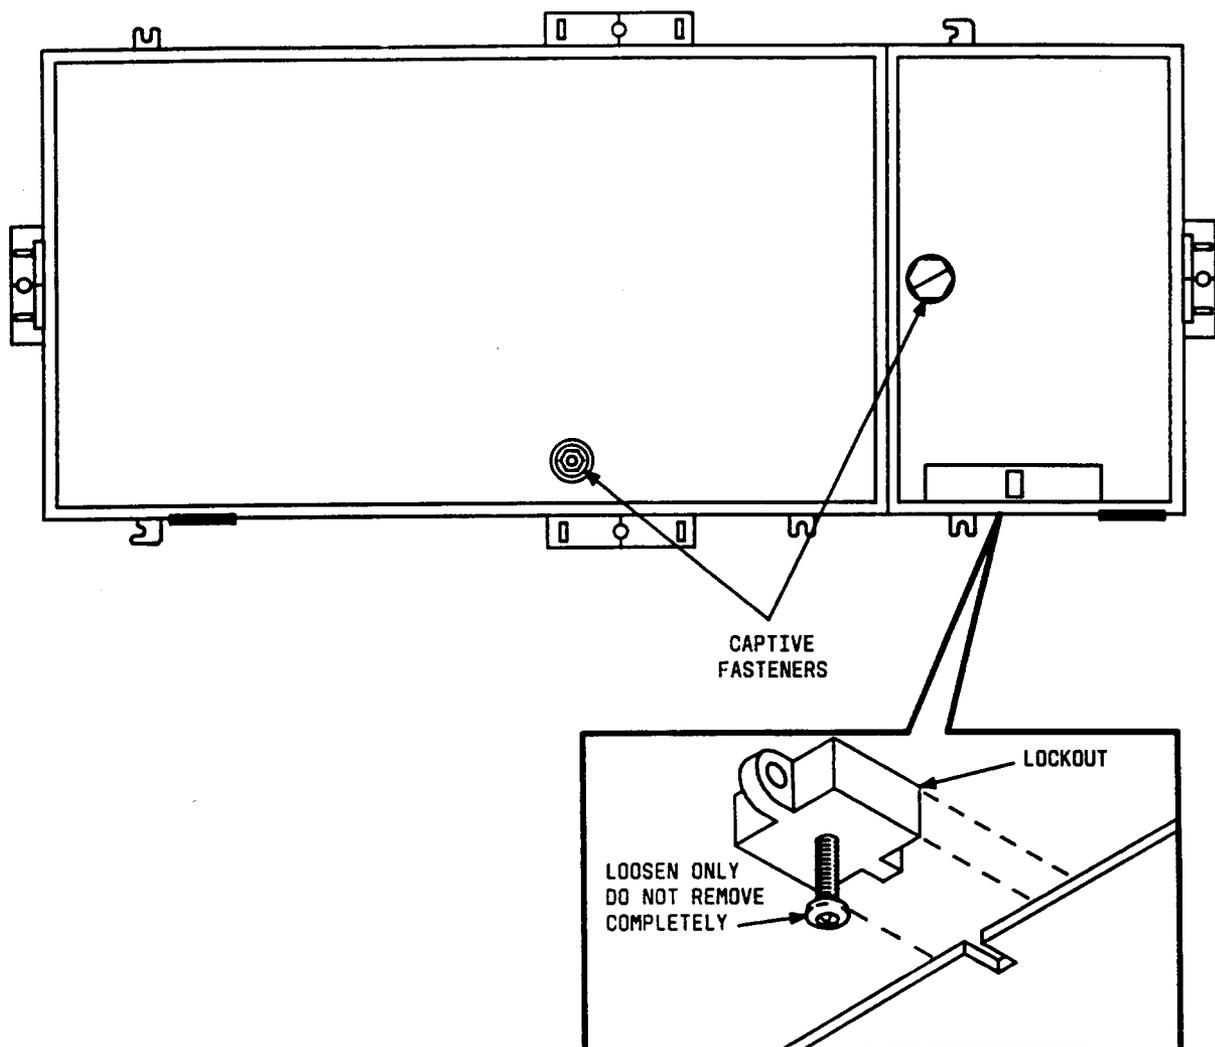

Fig. 24—Securing the 600-Series NIU
L. Securing the 600-Series NIU (Fig. 24)